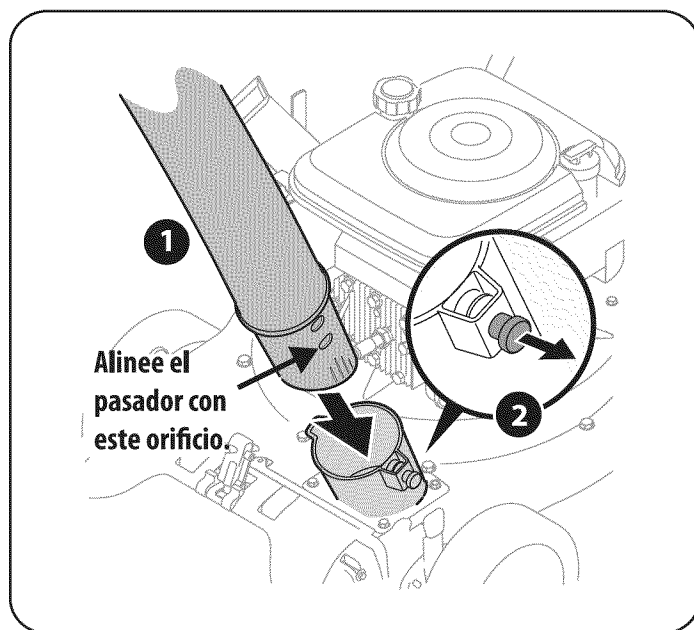

Figura 5
1. Deslice el adaptador para manguera del montaje de la misma hacia el interior del adaptador base ubicado a la izquierda y al frente de la aspiradora para patios. Vea la Figura 5.